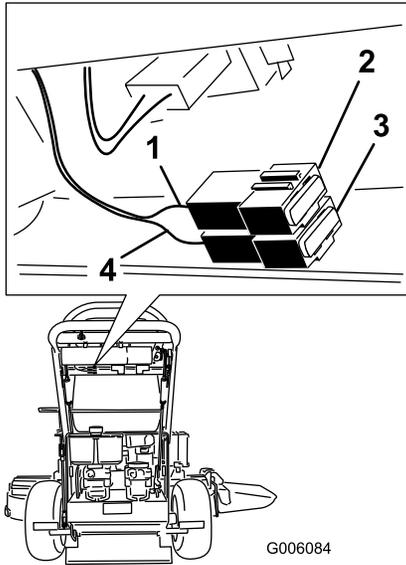

Figura 40
2. Tire hacia fuera del fusible para retirarlo o cambiarlo (Figura 40).
Nota: Asegúrese de que instale un fusible del tamaño correcto con el cable del color correcto, según se muestra en (Figura 40).